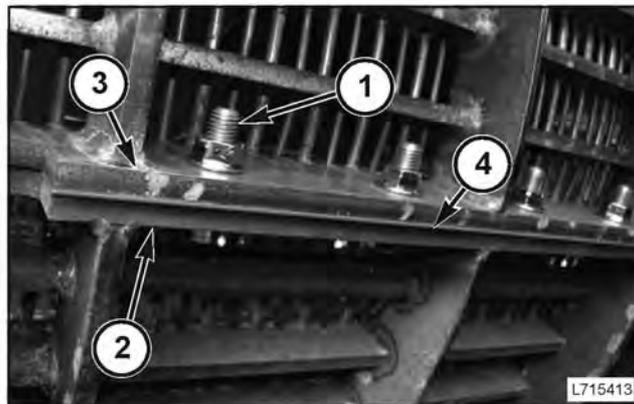

FIG. 155
FIG. 155: sobre el lado derecho de la cosechadora, comenzar con la segunda sección. Retirar los 4 tornillos y tuercas (1) que sostienen la sección inferior (2) del cóncavo con la sección superior (3).